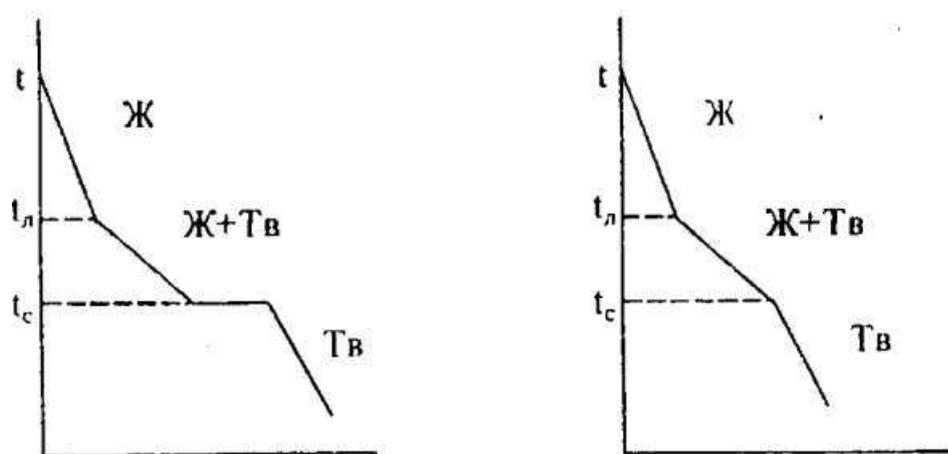

Рисунок 7. Кривые охлаждения сплавов: а). механической смеси; б). твердого раствора.
**Диаграмма состояния** показывает строение сплава в зависимости от соотношения компонентов и от температуры. Она строится экспериментально по кривым охлаждения сплавов (рис. 7). В отличие от чистых металлов сплавы кристаллизуются не при постоянной температуре, а в интервале температур. Поэтому на кривых охлаждения сплавов имеется две
критические точки. В верхней критической точке, называемой **точкой ликвидус** ( $t_l$ ) начинается кристаллизация. В нижней критической точке, которая называется **точкой солидус** ( $t_c$ ), кристаллизация завершается. Кривая охлаждения механической смеси (рис. 7а) отличается от кривой охлаждения твердого раствора (рис. 7б) наличием горизонтального участка. На этом участке происходит кристаллизация эвтектики. **Эвтектикой** называют механическую смесь двух фаз, одновременно кристаллизовавшихся из жидкого сплава. Эвтектика имеет определенный химический состав и образуется при постоянной температуре.